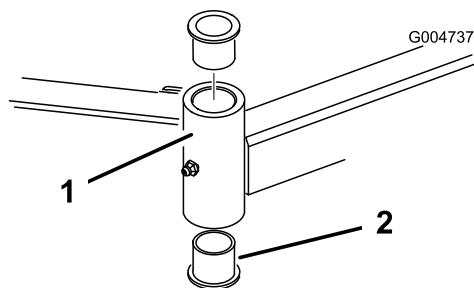

Figura 104
4. Inserte un botador fino en la parte superior o inferior del tubo de montaje y dé golpes hasta que salga el casquillo del tubo (Figura 104).